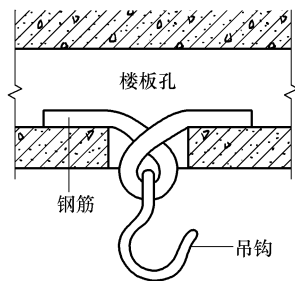

图 11-6 在空心预制楼板上安装吊钩的方法（一）
(1) 方法一。在需要安装吊钩的空心预制板处打一个直径为 40mm 左右的孔。先将直径为 10mm 的钢筋弯成一个圆环，两头各留一定的长度，再将其放入楼板孔内，最后再用自制的吊钩与钢筋连接，如图 11-6 所示。